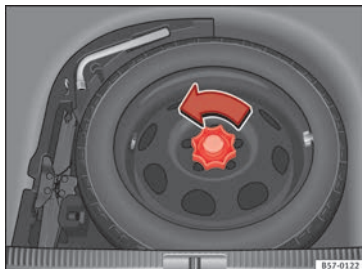

Fig. 228 Ruotino di scorta: piano di carico sollevato.
- Girare la manopola in senso antiorario » **fig. 228.**